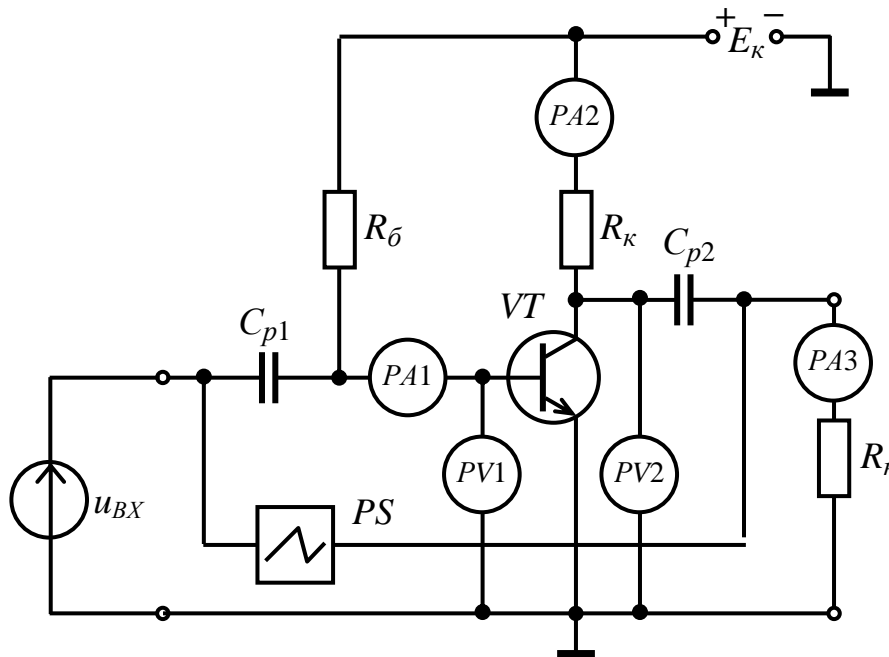

Рисунок 1 – Схема підсилювача на біполярному транзисторі, увімкненого за схемою із спільним емітером
- 1.2 Привести схему підсилювача на біполярному транзисторі, увімкненого за схемою із спільним емітером (рис. 1). Описати призначення елементів схеми.